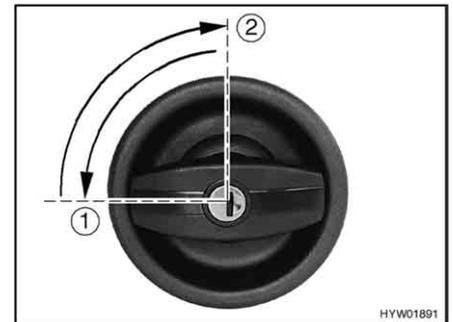

Bild 26 Türschloss Eingangstür, außen, verriegeln
- Schlüssel in Schließzylinder stecken und eine viertel Umdrehung entgegen dem Uhrzeigersinn drehen (Bild 26,1).
- Schlüssel in Mittelstellung zurückdrehen (Bild 26,2) und abziehen.